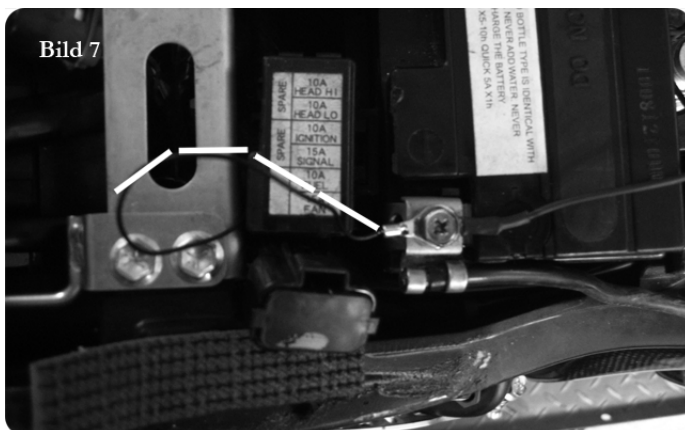

Bild 7
11. Verbinden Sie das schwarze Kabel des Pk-Power Dragon Kabelbaums mit dem Minuspol der Batterie (siehe Bild 7)